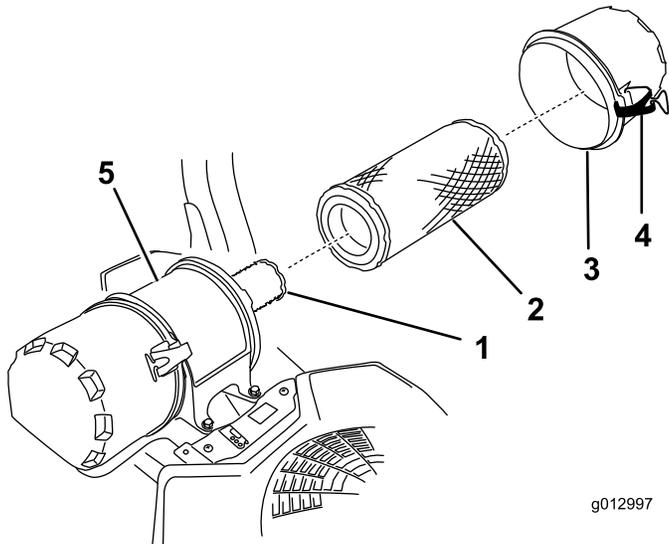

Figure 42
6. Ouvrez les dispositifs de verrouillage du filtre à air et détachez le couvercle du boîtier du filtre (Figure 42).
8. Sortez le préfiltre du boîtier du filtre avec précaution (Figure 42).
2. Si vous remplacez l'élément intérieur, insérez-le avec précaution dans le boîtier du filtre (Figure 42).
3. Placez ensuite le préfiltre sur l'élément intérieur avec le même soin (Figure 42).
4. Remettez en place et verrouillez le couvercle du filtre à air (Figure 42).